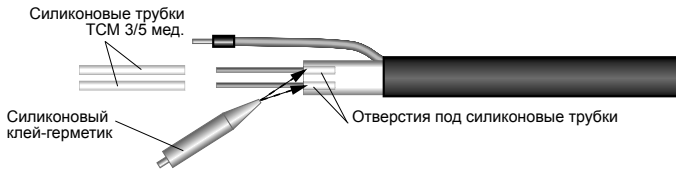

Рисунок 6
5.1.6. Заполнить отверстия в муфте соединительной, из которых выходят жилы, силиконовым клеем-герметиком. Надвинуть на жилы силиконовые трубки TSM 3/5 мед. и плотно вставить их в отверстия в соединительной муфте (см. рис. 6).